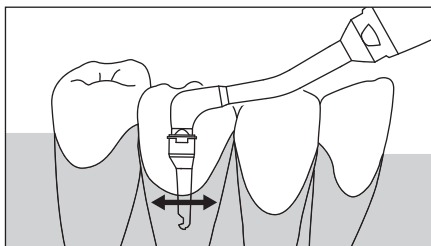

Fig. 6
- 3) Insérez l'insert dans une poche parodontale de 3 mm ou plus. (Fig. 6)